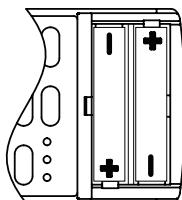

Рисунок 7.
3) Вийміть старі батарейки та встановіть дві нові батареї типу AAA відповідно до полярності (див. Рисунок 7). Встановіть кришку, яка закриває батарейки.